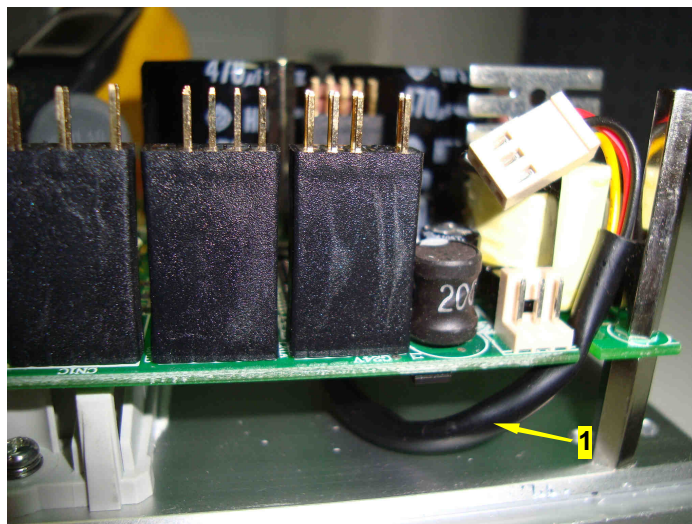

Рис. 6.6
6.3.2. Отсоединить розетку кабеля вентилятора 1 от разъёма на плате модуля IGBT (рис. 6.6).